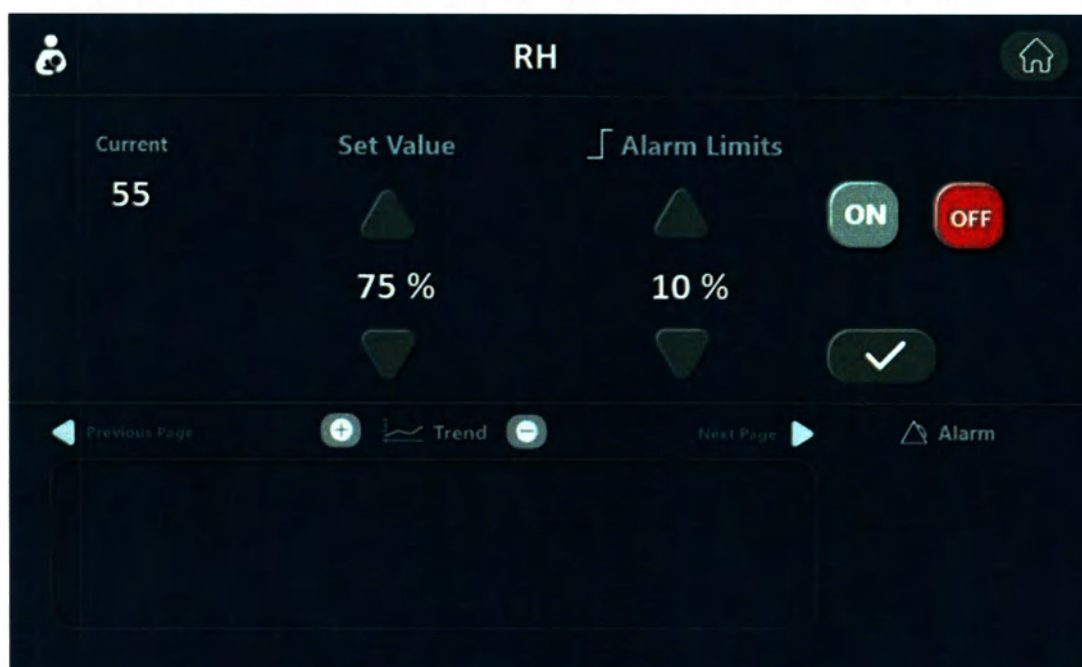

Рис. 9.17 – Экран контроля относительной влажности
- Для включения функции контроля относительной влажности нажимайте  на главном экране. При этом экран будет выглядеть следующим образом (см. Рис.9.17):